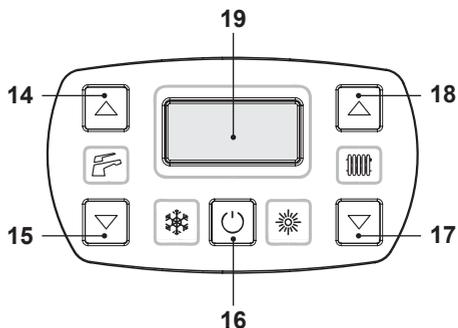
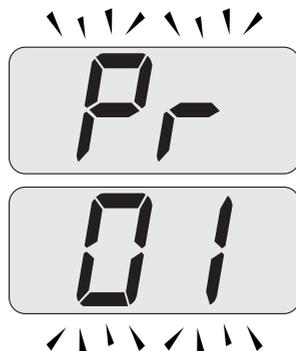
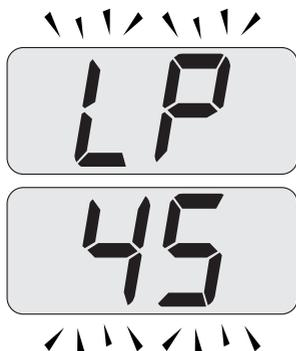

Figura 9.20
Figura 9.21
Figura 9.22
- Entrare in "modalità programmazione" premendo contemporaneamente per 10 secondi i tasti 16 - 17 - 18 (Figura 9.20) fino a far apparire sul display LCD le lettere **Pr** che si alternano con il codice **01**, indicanti l'entrata nel "parametro 01" (Figura 9.21).
- Premere contemporaneamente i tasti 17 e 18 (Figura 9.20) fino a far apparire sul display LCD le lettere **LP** che si alternano con il valore di temperatura dell'acqua di riscaldamento (es. **45**), indicanti l'entrata nell'attivazione della "funzione spazzacamino" alla potenza minima in sanitario (Figura 9.22).
- Premendo il tasto 18 (Figura 9.20) è possibile variare la potenza in modalità spazzacamino: con visualizzazione sul display LCD delle lettere **hP** che si alternano con il valore di temperatura dell'acqua di riscaldamento (es. **32**), siamo in "funzione spazzacamino" alla potenza minima in riscaldamento (Figura 9.23).
- Ripremendo contemporaneamente per 10 secondi i tasti 16 - 17 - 18 (Figura 9.20) si esce dalla "modalità spazzacamino" e si ritorna allo stato di caldaia precedentemente impostato (Figura 9.26).